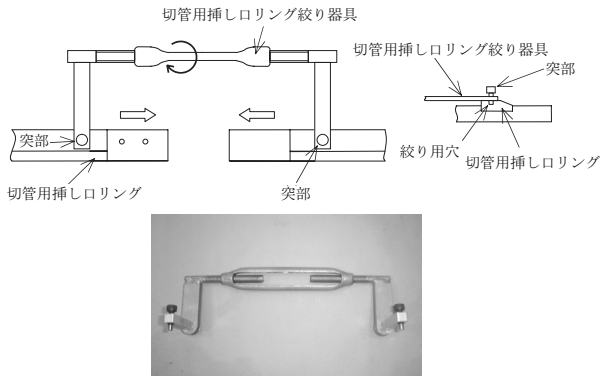

図 47 切管用挿し口リング絞り器具
- (2) 切管用挿し口リングを挿し口溝部へ入れ、切管用挿し口リング絞り器具で切管用挿し口リングが動かなくなるまで絞って、溝に固定する（図 47 参照）。